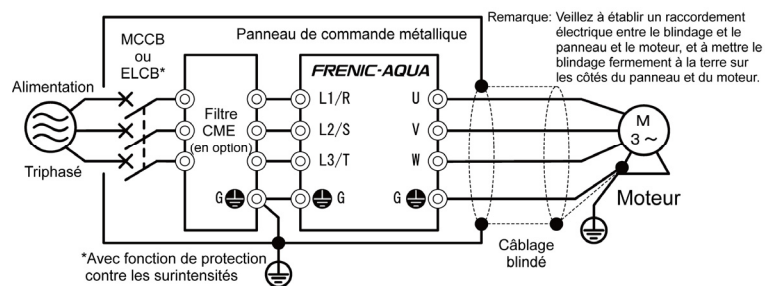

Figure 8.3 Installation dans un panneau
- 5) Lorsque vous utilisez un filtre CME connecté extérieurement (en option), placez le variateur et le filtre sur une plaque métallique mise à la terre telle que la surface d'un panneau, comme montré sur la figure 8.3. Si les émissions sonores dépassent la valeur standard, placez le variateur et les équipements périphériques éventuels dans un panneau métallique. Pour plus de détails concernant l'utilisation d'un variateur avec un filtre, reportez-vous au tableau 8.4
Notez que la connexion aux lignes électriques de basse tension industrielles est une exception. (Voir Figure 8.3.)